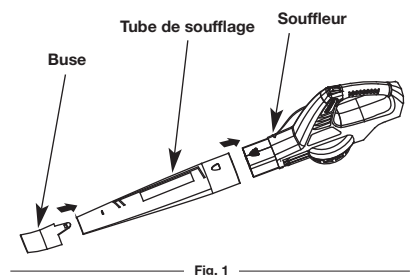

Fig. 1
1. Alignez l'extrémité la plus large du tube de soufflage avec l'ouverture avant du souffleur (Fig. 1).